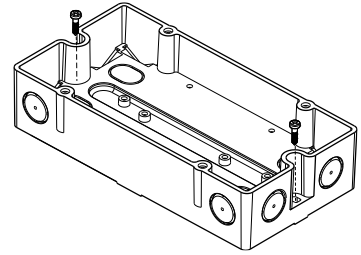

图4
3. 用两颗螺钉（M4）将保护盒固定在平整表面（图 4）。安装孔距离：182.0±1.0 mm。